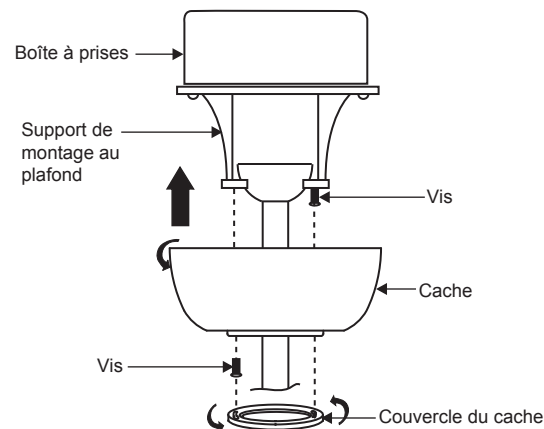

Fig. 15
Tournez le cache jusqu'à ce que la tête de la vis soit verrouillée en place à la section étroite du trou de serrure. Voir la figure 15.
**REMARQUE :** Régler les vis du cache jusqu'à ce que le cache et le couvercle du cache soient ajustés correctement (Fig. 15).